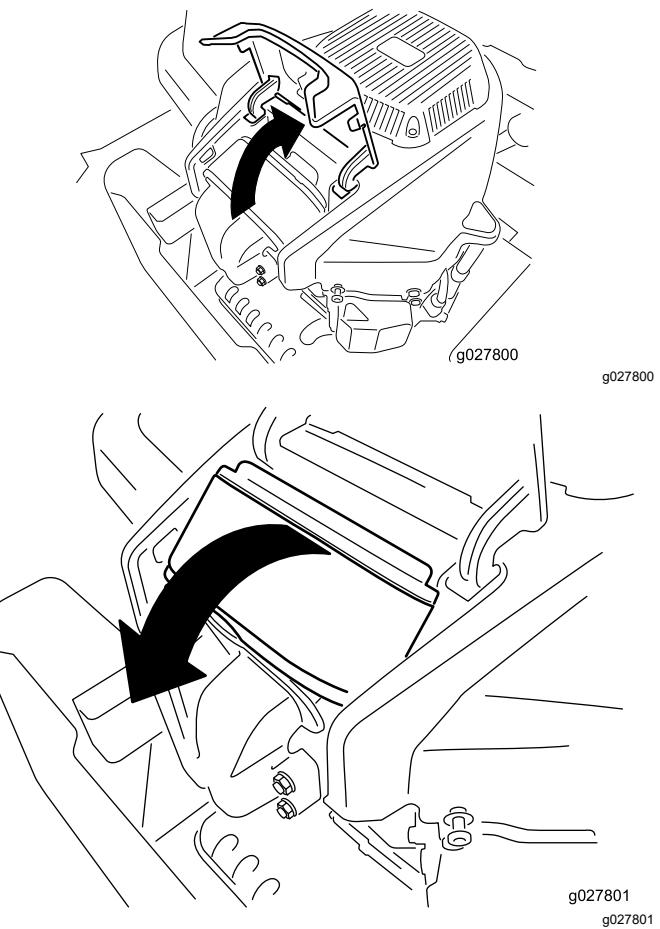

Figure 45
4. Soulevez le couvercle et dévissez le filtre à air pour le déposer du moteur (Figure 45).